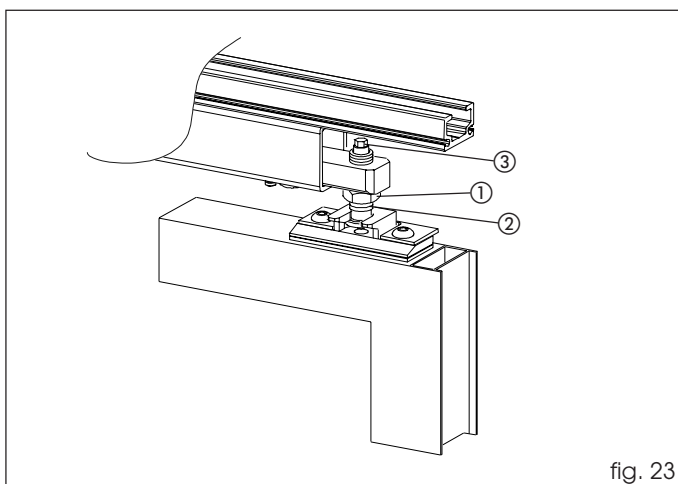

fig. 23
Afloje la tuerca (fig. 23 ref. ①) y regule la altura del grupo de desbloqueo antipánico (ref. ②). Por medio del tornillo hexagonal (ref. ③) regule la dureza del desenganche de la hoja móvil.